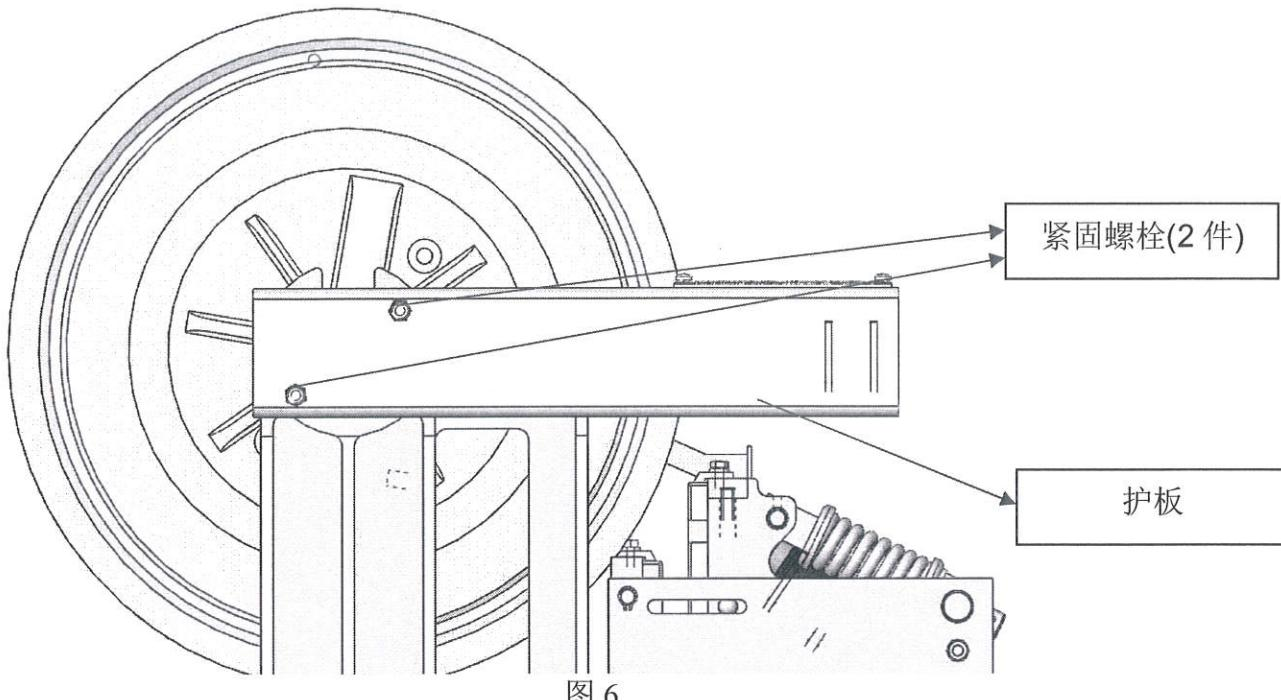

图 6
3.1.2.2 旋下紧固螺栓，拆除护板，如图 6；
3.1.2.6 维护保养工作完成后请安装并紧固好护板(图 6)和盖板(图 8)；维护保养时推荐使用 L-G46 牌号润滑油，也可使用类似黏度系数的润滑油；